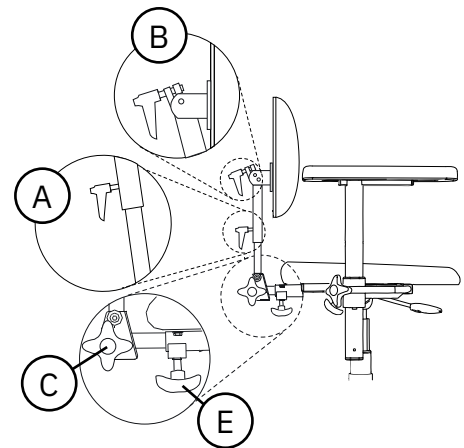

Abb. 5.42. Rückenlehnenmechanismus Medic.
Bei der Medic-Ausführung können die Höhe (A), der Winkel der Rückenlehne (B), der Winkel der Rückenlehnenfunktion (C) und die Tiefe eingestellt werden, siehe Abb. 5.42.